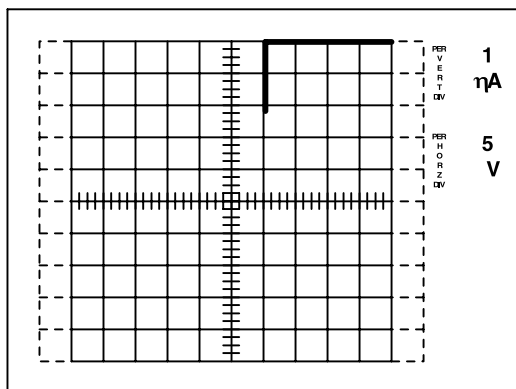

Рис.6. Ток утечки затвор-исток (I_{GSS}) при - 20 В
10. Вышеуказанная процедура служит для определения тока утечки затвора при положительном напряжении затвора. Для выполнения такого же измерения при отрицательном напряжении нужно снизить напряжение VARIABLE COLLECTOR SUPPLY до нуля, изменить положение переключателя POLARITY на PNP и еще раз подать напряжение (См.Рис.6). Лучу потребуется время для установления из-за емкости затвор-исток.